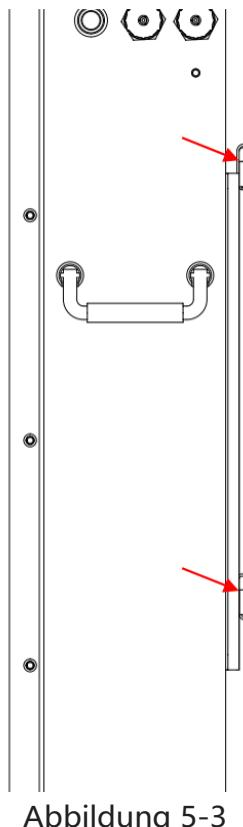

Abbildung 5-3
- e) Halten Sie die Batterie gegen die an der Wand befestigte Aufhängeplatte und fixieren Sie sie. Die Ober- und Unterseite der Haken an der Batterierückwand müssen auf der Aufhängeplatte korrekt gekrümmmt sein, wie in Abbildung 5-3 gezeigt.